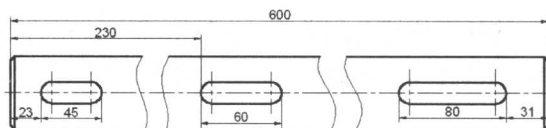

图 1.1.22 创建其余的线性标注
(3) 参见以上步骤创建其余的线性标注，如图 1.1.22 所示。